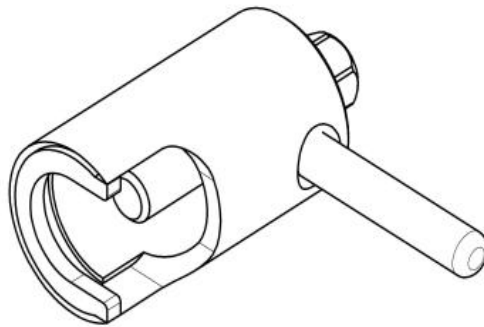

Рис. 9 Съемник крыльчатки(11000002907).
- снять крыльчатку при помощи специального съемника (см. рис. 9);